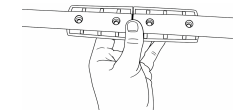

Figura 5.2: Encaixe da junção dos tubos aos tubos de alumínio
- Posicione o equipamento em uma superfície plana. Utilize umas das partes da junção dos tubos e encaixe nos furos do tubo de alumínio inferior, após conecte o tubo de alumínio superior e mantenha apoiado (Figura 5.2).